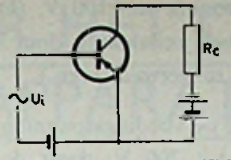

Fig.8
2. Aan de transistor in fig. 8 wordt een kleine wisselspanning U_i toegevoerd. De ingangsweerstand is in deze schakeling 2000Ω . De stroomversterkingsfactor in gearde emitterschakeling is $\alpha^1 = 50$. De uitgangsweerstand van de transistor mag als oneindig groot worden beschouwd. De weerstand R_C is $5 \text{ k}\Omega$.